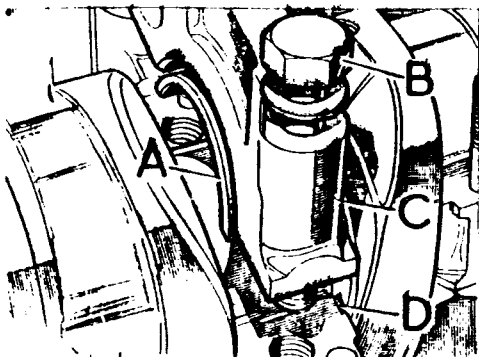

Fig. A3-96 Desmontaje de las tapas y cojinetes de bancada
- 1.5. Desmontar los tornillos, B (Fig. A3-96) extraer las tapas de los cojinetes de bancada, C, y los semicojinetes inferiores, A, manteniéndolos reunidos - por juegos.
- 2.5. Instalar las tapas de bancada, C (Fig. A3-96) con sus semicojinetes, A, y fijarlas con dos tornillos, B, a una tensión de 13 a 14 mkg.